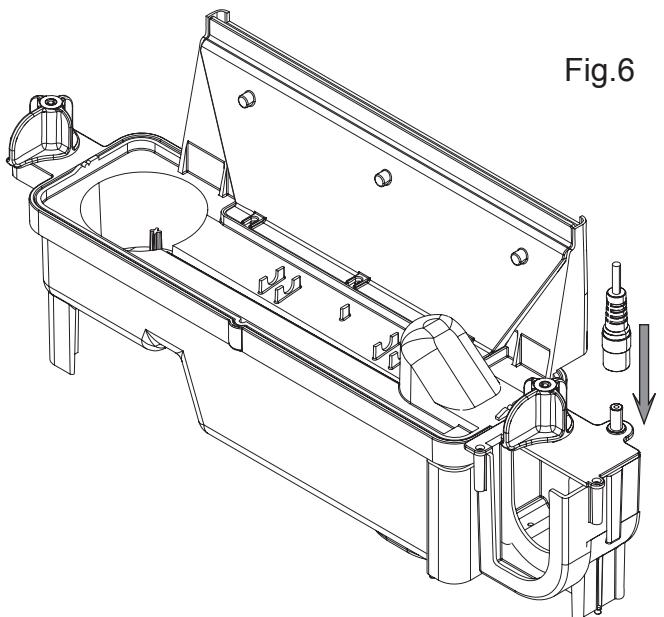

Fig.6
4. Collegare il connettore elettrico, situato sul lato posteriore della vasca di raccolta (vedere Fig. 6).
5. Sbloccare le alette di bloccaggio della vasca di raccolta sulla destra eseguendo una rotazione a 90°, in questo modo la vasca può essere completamente sollevata dalla sua posizione (vedere Fig. 6).